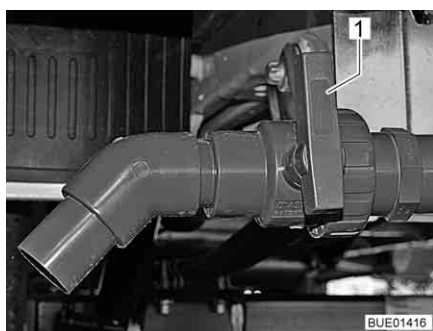

Fig. 228 Robinet de vidange (Viseo)
- Tourner la poignée (Fig. 228,1) du robinet de vidange dans le sens de l'écoulement.